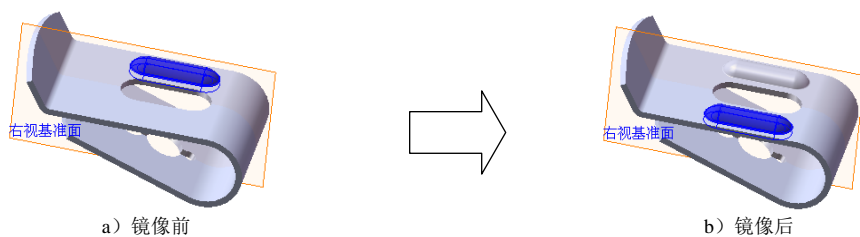

图 7.30 镜像 1
Step8. 创建图 7.30 所示的镜像 1。
(1) 选择命令。选择下拉菜单**插入(I)** → **阵列/镜向(E)** → **镜向(M)...**命令。
- (2) 定义镜像基准面。选取右视基准面作为镜像基准面。
- (3) 定义镜像对象。选择成形特征 1 作为镜像 1 的对象。
- (4) 单击  按钮，完成镜像 1 的创建。